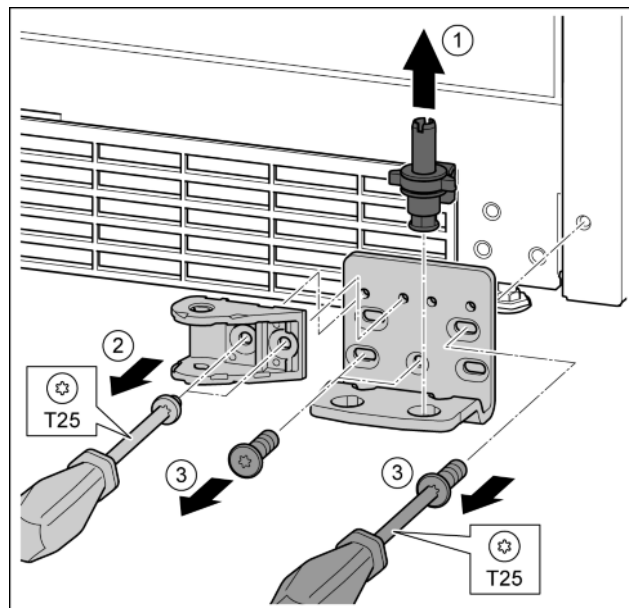

Fig. 30
- ▶ Ložiskový čep celý vytáhněte nahoru. Fig. 30 (1)
- ▶ Šroubovákem T25 vyšroubujte šrouby a sejměte spojení tlumiče zavírání. Fig. 30 (2)
- ▶ Šroubovákem T25 vyšroubujte šrouby a sejměte stojan ložiska. Fig. 30 (3)